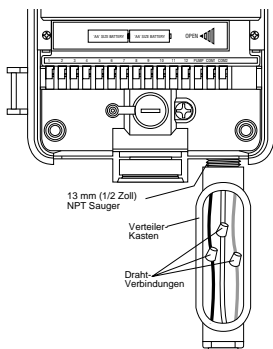

Abb. 21: Wechselstromverkabelung mit Abzweigkasten
- Schließen Sie die Stromquellenleitungen an den vom Steuergerät ausgehenden Kabeln an. Achten Sie darauf, daß die Quellen-Erdung (oftmals ein grünes Kabel oder Blankkupferleiter) am grünen Kabel des Steuergerätes angeschlossen wird. Das grüne Kabel MUSS angeschlossen werden! Schließen Sie die anderen Kabel auf entsprechende Weise an [siehe Abb. 21]. **Hinweis:** Die amerikanischen 110-Volt AC-UL-Controller haben drei Kabel, die an der Stromquelle angeschlossen werden: schwarz, grün und grün. Diese entsprechen den gleichfarbigen Kabeln, die von der Stromquelle ausgehen. Der europäische 230-Volt-Wechselstrom-Steuergerät hat eine ähnliche dreifarbige Kabelkombination: braun, blau und grün mit gelbem Streifen. Achten Sie darauf, daß alle Kabel am richtigen Stromquellenkabel angeschlossen werden.